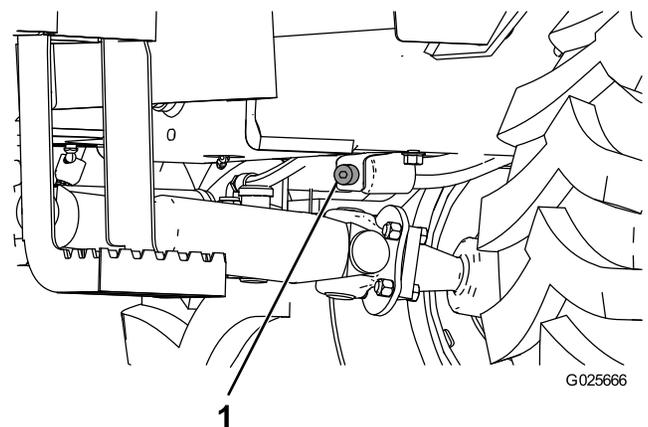

Figure 28
3. Retirez le bouchon de remplissage et le bouchon de vidange (Figure 28).